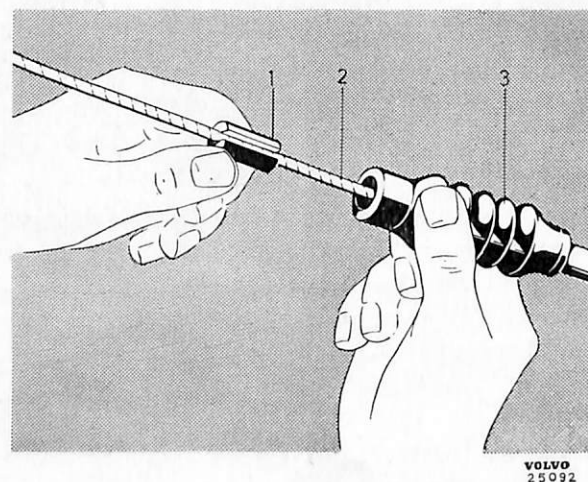

Bild 35. Montering av gummikåpa.
Den nya kåpan trådes över fjädern resp. skyddshöljet till sitt läge på vajern och detaljerna sättes ihop. Den uppslitsade tätningsskivan (1 bild 35) sättes på vajern (2) och tryckes in i gummikåpan (3). Montera nav och hjul, jämför op. 3 under "Montering av vajer utan skyddshölje".